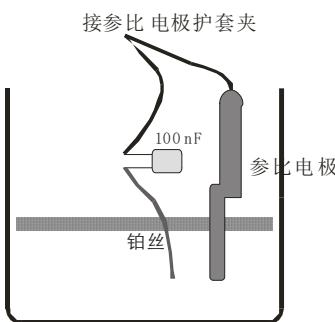

图 1.5 参比电极并联铂丝降低参比回路阻抗
- (1) 确认参比电极的微孔陶瓷处于良好浸透状态，以降低参比电极的阻抗。
- (2) 确认盐桥是导通的，盐桥内琼脂液面淹没参比电极底端，尖端与工作溶液良好接通。
- (3) 打开系统的滤波器来增加系统稳定性。
- (4) 若由于增加的溶液阻抗产生的噪声而无法避免，可用一根铂丝与参比电极并联，将铂丝的一端浸入工作溶液中，另一端通过一个 100nF 的电容器与参比电极的输出端相连；可降低参比回路的交流阻抗，提高稳定性。如图 1.5 所示。